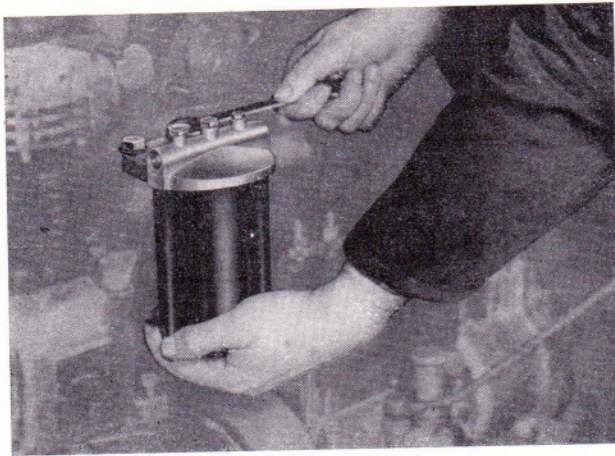

Bild 38
- Befestigungsschrauben an der Kühlmittelzufußleitung (Flanschkrümmer) heraus-schrauben und das Filter abnehmen (Bild 38).